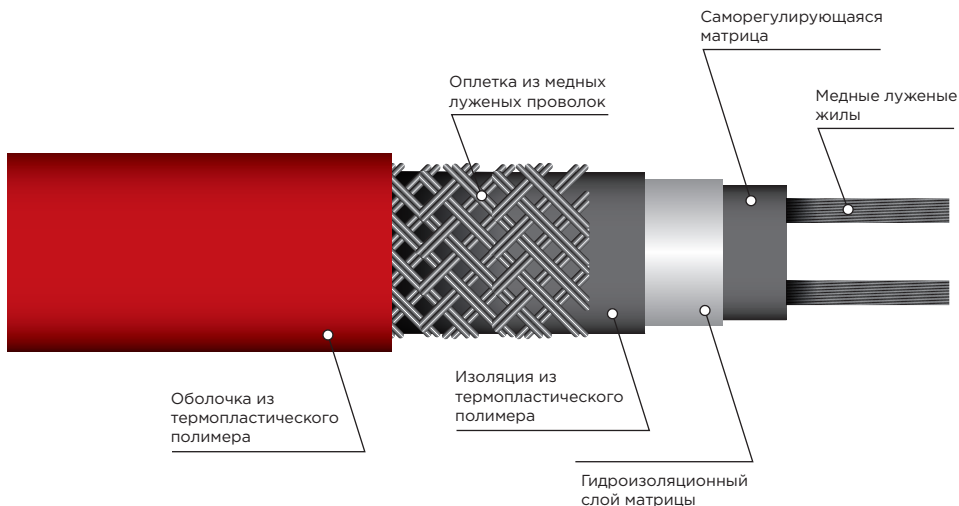

Рисунок 2.1 – Конструкция кабеля нагревательного саморегулирующегося REXANT
3.1.13. Кабели нагревательные саморегулирующиеся имеют температурно-зависимое сопротивление и данные о величине сопротивления не являются достоверным ориентиром для определения присоединенной нагрузки. По этой причине кабели нагревательные саморегулирующиеся проверяются только на сопротивление изоляции нагревательного элемента (измерение производится между токоведущими жилами и экранирующей оплеткой кабеля нагревательного) (рис. 2.1) и на сопротивление оболочки кабеля нагревательного (измерение производится между экранирующей оплеткой кабеля нагревательного и контуром заземления).